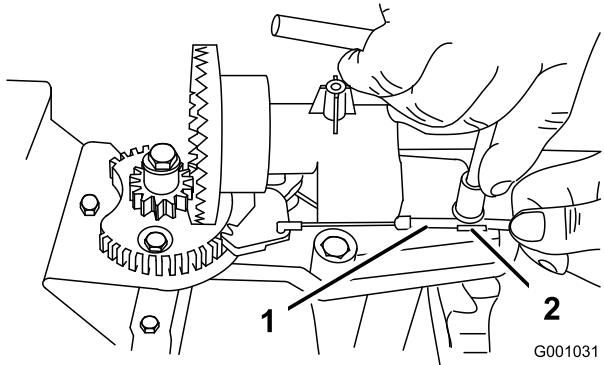
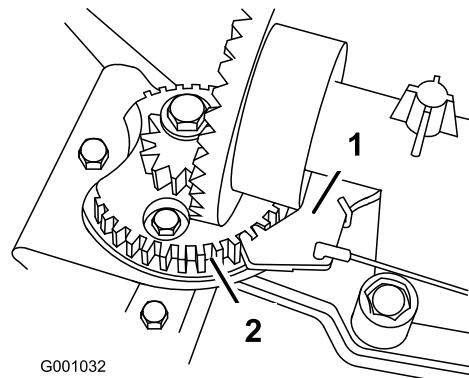

Figure 58
Figure 59
2. Desserrez le boulon du serre-câble (Figure 58).
3. Saisissez la gaine du câble et déplacez-la vers l'avant de la machine jusqu'à ce que le cliquet de verrouillage de la goulotte d'éjection s'engage complètement dans les dents du secteur (Figure 58 et Figure 59).
**Remarque:** Le cliquet est rappelé par ressort et s'engage naturellement dans les dents du secteur (Figure 59).